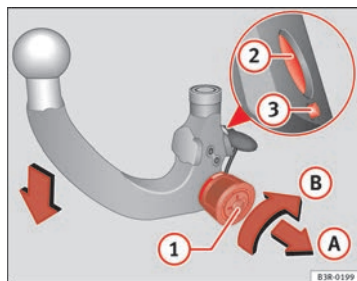

Fig. 166 Dispositivo di traino asportabile Caricare il gancio a testa sferica
- Inserire la chiave (1) ⇒ fig. 166 nella serratura della rotella e girarla verso il contrassegno rosso.
- Tirare la rotella in direzione della freccia (A), trattenerla e girarla in direzione della freccia (B) fino a quando non scatta il perno di bloccaggio (2) ed esce il perno di sbloccaggio (3) ⇒ ⚠.